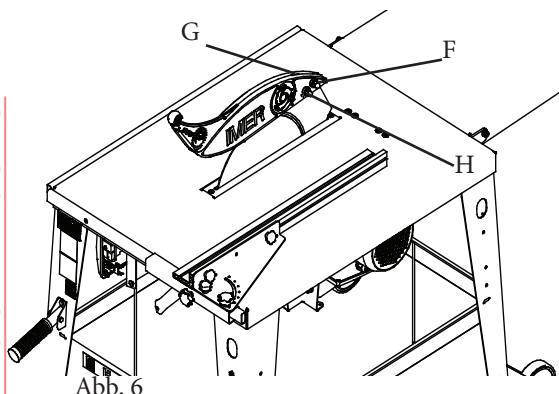

Abb. 6
Der Teil der Klinge, der über den Tisch hinausragt, ist durch eine Polycarbonatabdeckung [4] geschützt (Abb. 1). Der Schutz ist mit zwei Schrauben [F] am Trennmesser befestigt (Abb.6).
⚠ Prüfen Sie vor jeder Inbetriebnahme, ob sich der Polycarbonatschutz [4] Abb.1 unter der alleinigen Wirkung seines eigenen Gewichts frei vertikal (hoch-niedrig) bewegt. Stellen Sie sicher, dass es während der Bewegung in keiner Position hängen bleibt. In diesem Fall auf die Schrauben G und H (Abb. 6) einwirken und die korrekte Funktion wiederherstellen.
- Ziehen Sie die Schrauben [G und H] an (Abb.6) und achten Sie darauf, dass das Gehäuse unter dem Einfluss seines Eigengewichts frei fällt. Stellen Sie sicher, dass während der vertikalen Bewegung (hoch-niedrig) in keiner Position blockiert bleibt. In diesem Fall auf die Schrauben G und H (Abb. 6) einwirken und die korrekte Funktion wiederherstellen.